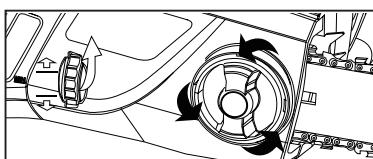
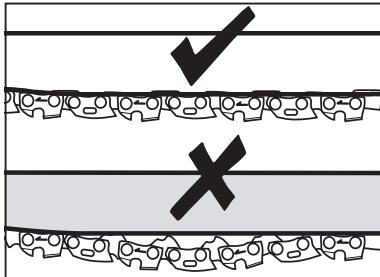

Fig. 2
Fig. 3
3. Pour régler la tension de la chaîne de scie, faites tourner la roue tendeuse de la chaîne (Fig. 2). Faire tourner la roue vers le haut augmente la tension alors que la faire tourner vers le bas réduit la tension. Une chaîne bien tendue ne doit pas flétrir (Fig. 3) et doit seulement pouvoir être tirée à 1/8 pouce (3 mm) du guide-chaîne de la scie.